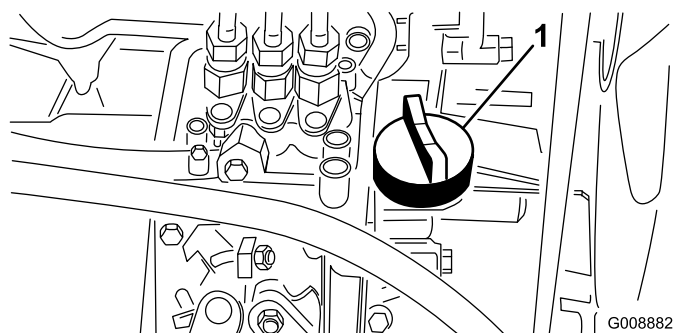

Figura 36
4. Se o nível do óleo for baixo, retire a tampa de enchimento (Figura 36) e adicione gradualmente pequenas quantidades de óleo, verificando constantemente o nível, até que este alcance a marca FULL na vareta.